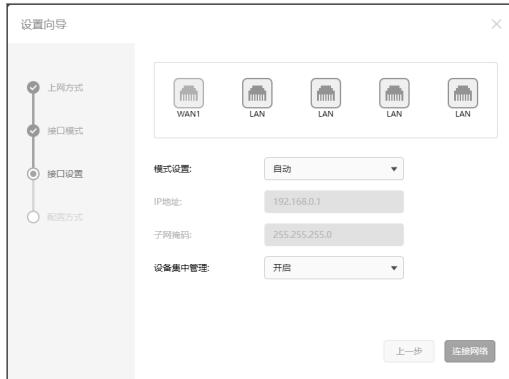

图4-4 接口设置
6. 进入接口设置, 如图4-4所示, 根据实际需求进行设置后, 单击“下一步”。